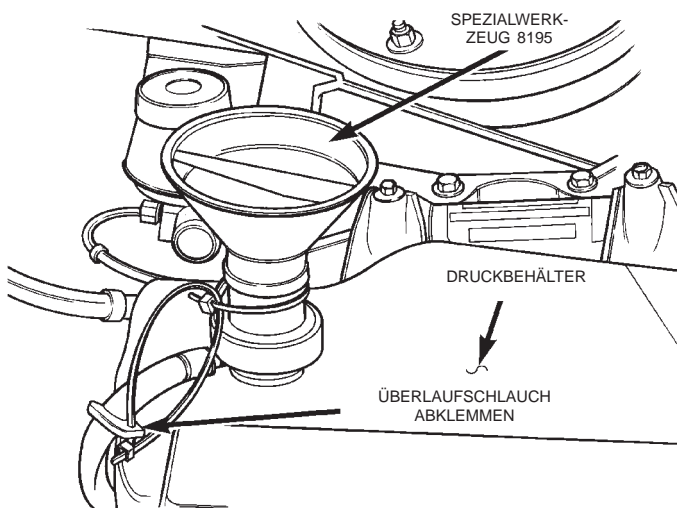

Abb. 16 Spezialwerkzeug 8195
(4) Das Spezialwerkzeug 8195, Trichter zur Erleichterung des Einfüllens, am Einfüllstutzen des Druckbehälters befestigen (Abb. 16).
(5) Mit der beigefügten Klammer den Überlaufschlauch abklemmen, der die Verbindung zwischen den beiden Kammern des Kühlmittel-Druckbehälters herstellt (Abb. 16).
(7) Die Klammer am Überlaufschlauch abnehmen (Abb. 16).